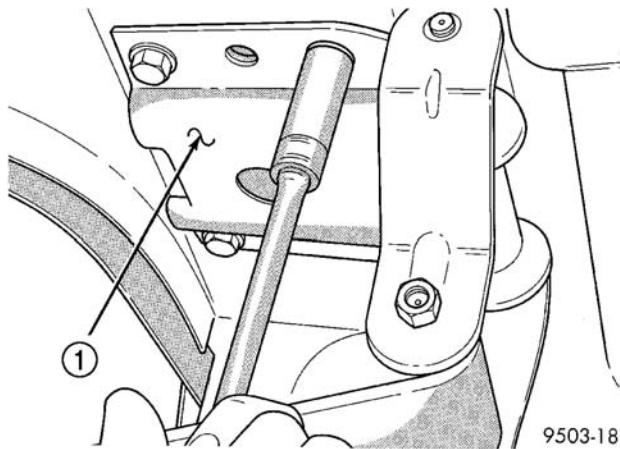

图 40 后簧支座
- (2) 在拆除板簧支座的后桥一侧下方放置支承架。用支承架支撑后桥与板簧的重量。
- (3) 卸下减振器下固定螺栓。
- (4) 卸下连接板簧后支座与车身的螺栓 (图 40)。